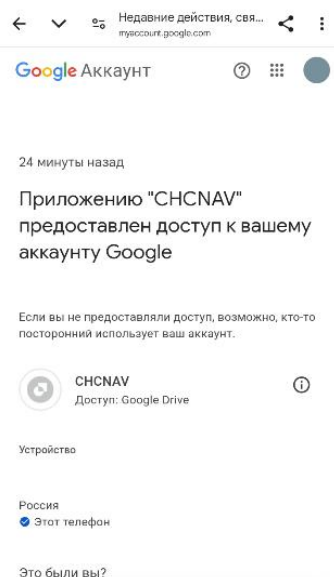

Рисунок 2.2.30
5.На вашу почту придет письмо о входе, в котором необходимо подтвердить действие (подтверждение требуется только при первичном входе, Рисунок 2.2.30):